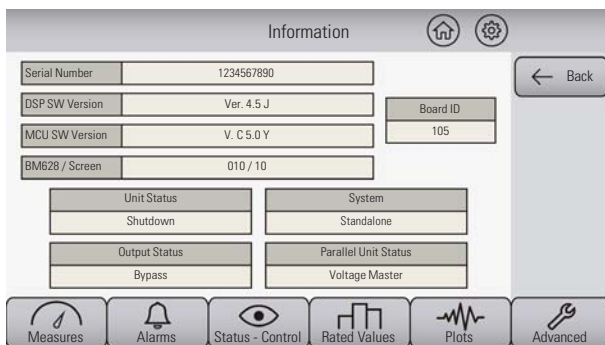

Fig. 40a. Tela exibida ao tocar em
- Pressione o botão  Localizado no menu lateral do Tela do UPS principal selecionada. Um ecrã como o da Fig. 40a será exibido, onde as informações mostradas podem ser diferentes.
- A tela de informações será exibida. Nesta tela, a hierarquia UPS pode ser verificada sob a instrução «Parallel Unit Status» e na Fig. 40a é mostrado como um exemplo de "Voltagem Mestre Paralela". É necessário ir ao menu de configuração do ecrã táctil de cada UPS, para verificar a sua hierarquia em relação ao resto do sistema, que é dinâmica dependendo do estado do resto dos equipamentos: